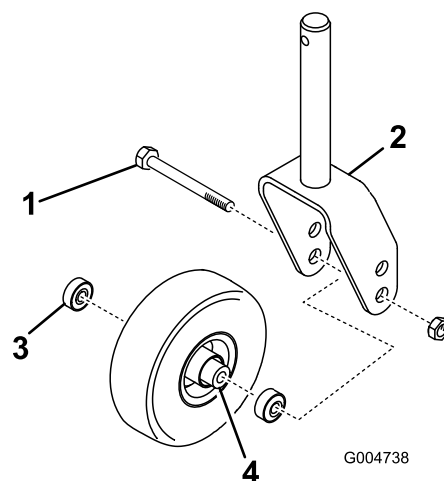

Figure 28
1. Enlevez le contre-écrou du boulon qui fixe la roue pivotante à la chape (Figure 28). Maintenez la roue pivotante et sortez le boulon de la fourche ou du bras pivotant.
2. Enlevez le roulement du moyeu de la roue et laissez tomber l'entretoise à l'extérieur (Figure 28). Enlevez le roulement de l'autre côté du moyeu.